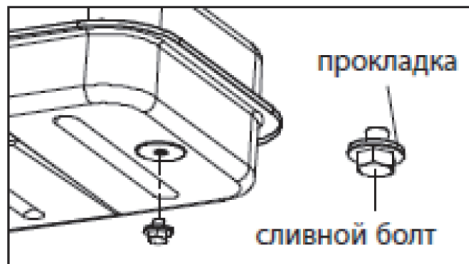

Рис. 8
3. Слейте залитое топливо через сливное отверстие, открутив сливной болт (рис. 8).